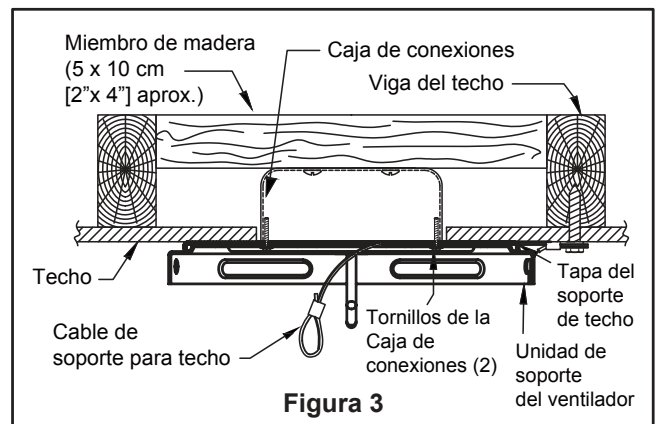

Figura 3
Uso del soporte (Figura 3)
1. Utilice el tornillo de intervalo de 3/8" x 2" y la arandela plana para fijar el cable de seguridad a la viga del techo o a la estructura de madera. Dicho tornillo pasará a través de arandela plana, la presilla del cable de seguridad y se fijará en la estructura del edificio. (Figura 3)
2. El cable de soporte del techo necesita atravesar el centro. Orificio del soporte de techo durante el montaje. Usando los dos tornillos # 8-32 sujetan firmemente la junta del soporte de techo y el soporte del techo a la caja de conexiones del techo como se muestra. (Figura 3)
3. Extraiga uno de los tres tornillos del ensamble de la placa de iluminación y guárdelos para paso 5. Afloje levemente los otros dos tornillos. (Figura 3)